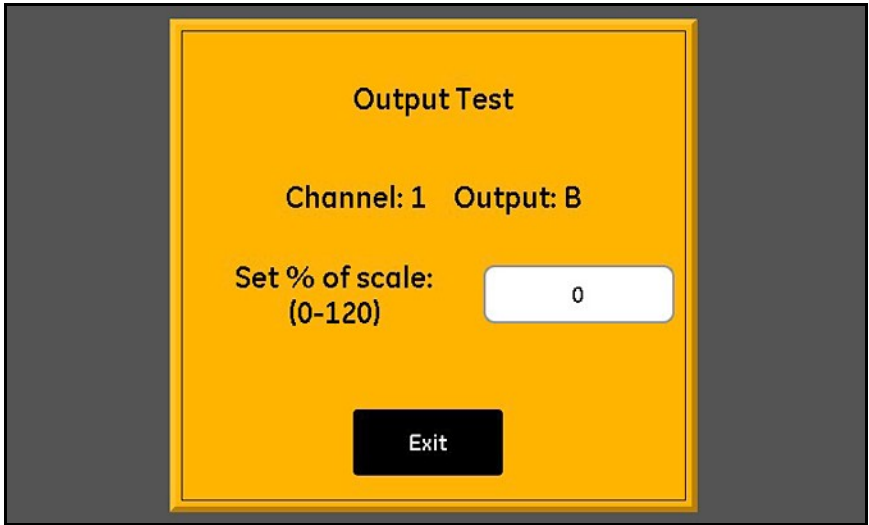

Figura 44: Tela de teste de saída
- 1. Toque no **Canal (1-6)** e na **Saída (A ou B)** a serem testados e toque no botão **Testar** para abrir uma tela semelhante à *Figura 44* abaixo.